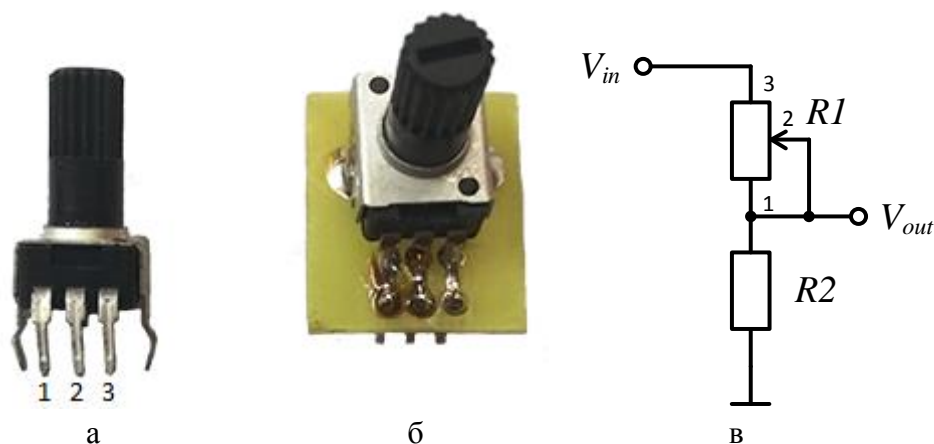

Рисунок 9.4 — Змінний резистор (а), модуль на його основі (б) та приклад схеми його включення (в).
Для регулювання електричних параметрів кіл використовують змінні резистори (рис. 9.4а), опір між рухомих контактом 2 та нерухомих контактами 1 та 3 змінюється в залежності від положення рухомого контакту.
На рис. 9.4в показано один зі способів включення змінного резистора, тобто коли один з бічних виводів резистора з'єднаний з виводом центрального рухомого контакту. При такому включенні опір між виводом 3 та з'єднаними між собою 1 та 2 змінюється в залежності від положення рухомого контакту від мінімального до максимального (максимальний опір змінного резистора вказується на його корпусі).
8. Визначити номінал змінного резистора, який Вам видали, та підібравши найбільш схожий серед наявних резисторів зібрати схему дільника згідно з рис. 9.4в.